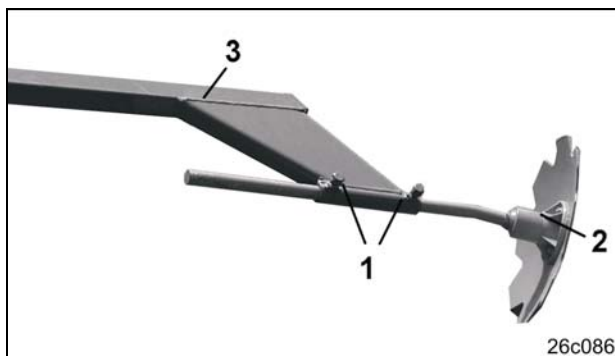

Fig. 100
- klembouten losdraaien (Fig. 100/1)
- markeurschijf (Fig. 100/2) uittrekken en door verdraaien van de markeurschijf de werktintensiteit aanpassen. Op lichte grond staan de markeurschijven ongeveer evenwijdig aan de rijrichting en zware grond staan ze meer op grip, waardoor ze agressiever werken en een duidelijk herkenbaar spoor achterlaten.
- klembouten (Fig. 100/1) weer vast aandraaien.
- Bij verandering van de werkbreedte (bijv. 18x45cm => 8,1m werkbreedte) moet het eindstuk (Fig. 100/3) door een korter stuk worden vervangen.